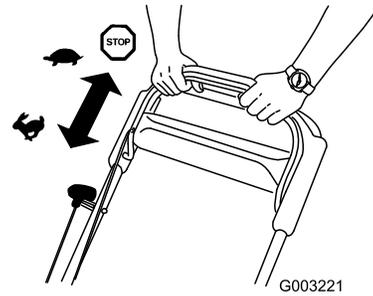

**Figura 12**
2. Tire de la cuerda de arranque (Figura 12).